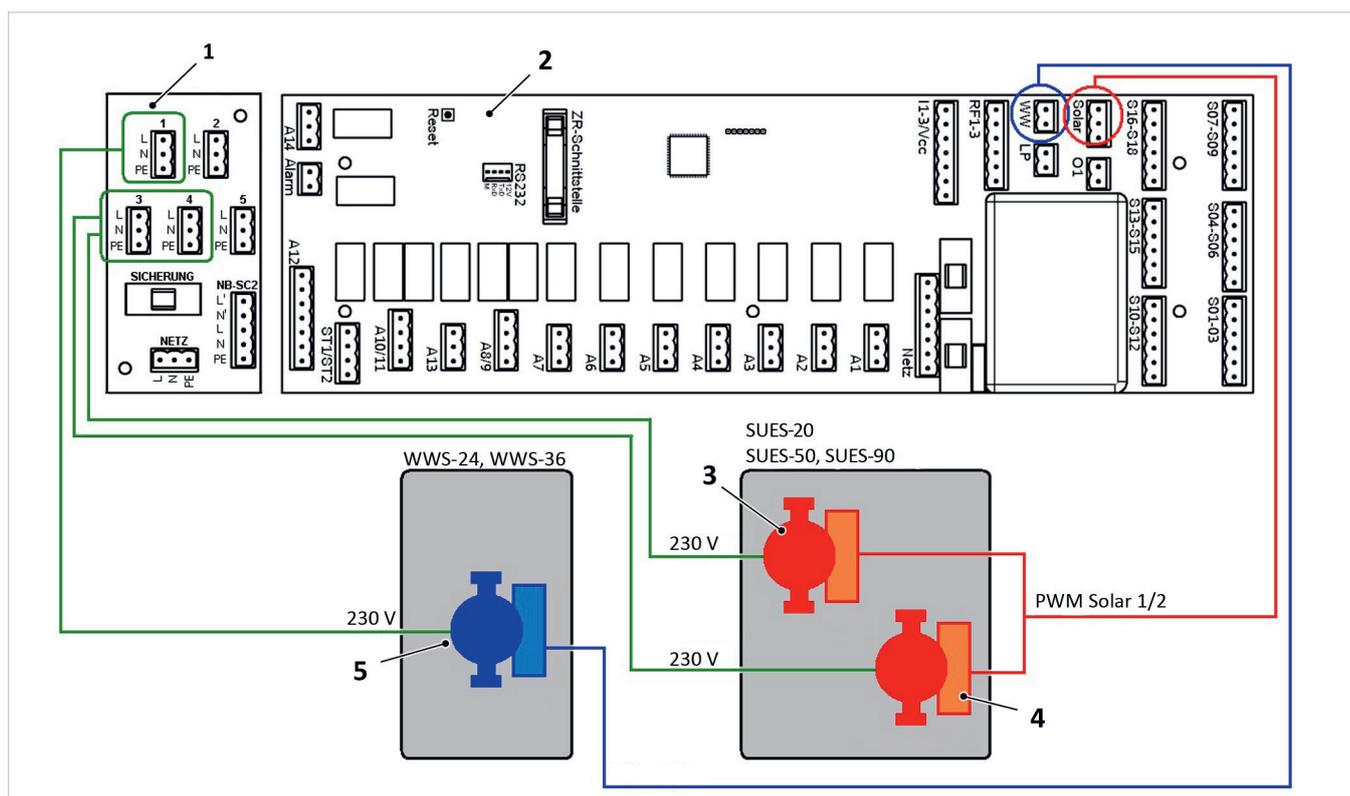

Abb. 5: Anschlussplan drehzahlgeregelte Solarpumpen und Warmwasserpumpe an SolvisControl 3 / SolvisControl 2, Netzplatine Vers. 3 (SolvisMax 7er Serie)
1. Buchsenleiste auf dreipoligen Anschlussstecker „Solar“ („SP- | SP1 | SP2“) aufstecken, siehe → *Abb. 5, S. 13*
- Der 230 V-Anschluss der Solarpumpen erfolgt auf der Erweiterungsplatine (1) links neben der Netzplatine (2), siehe → Abb. 5, S. 13. Hier befinden sich fünf zusätzliche Anschlussbuchsen zur Versorgung von HE-Pumpen mit Netzspannung.